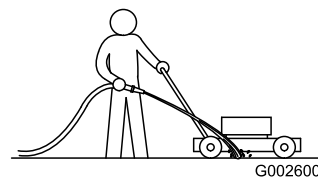

Figura 16
3. Com o motor a funcionar e a lâmina engatada, deixe correr água em frente da roda traseira **direita** (Figura 16).